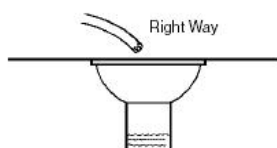

图 1
5. 不能把排水管与下水道直接相连, 须在二者之间留有一定的空气隙, 以防污水被吸到水处理器中 (见图 1)。